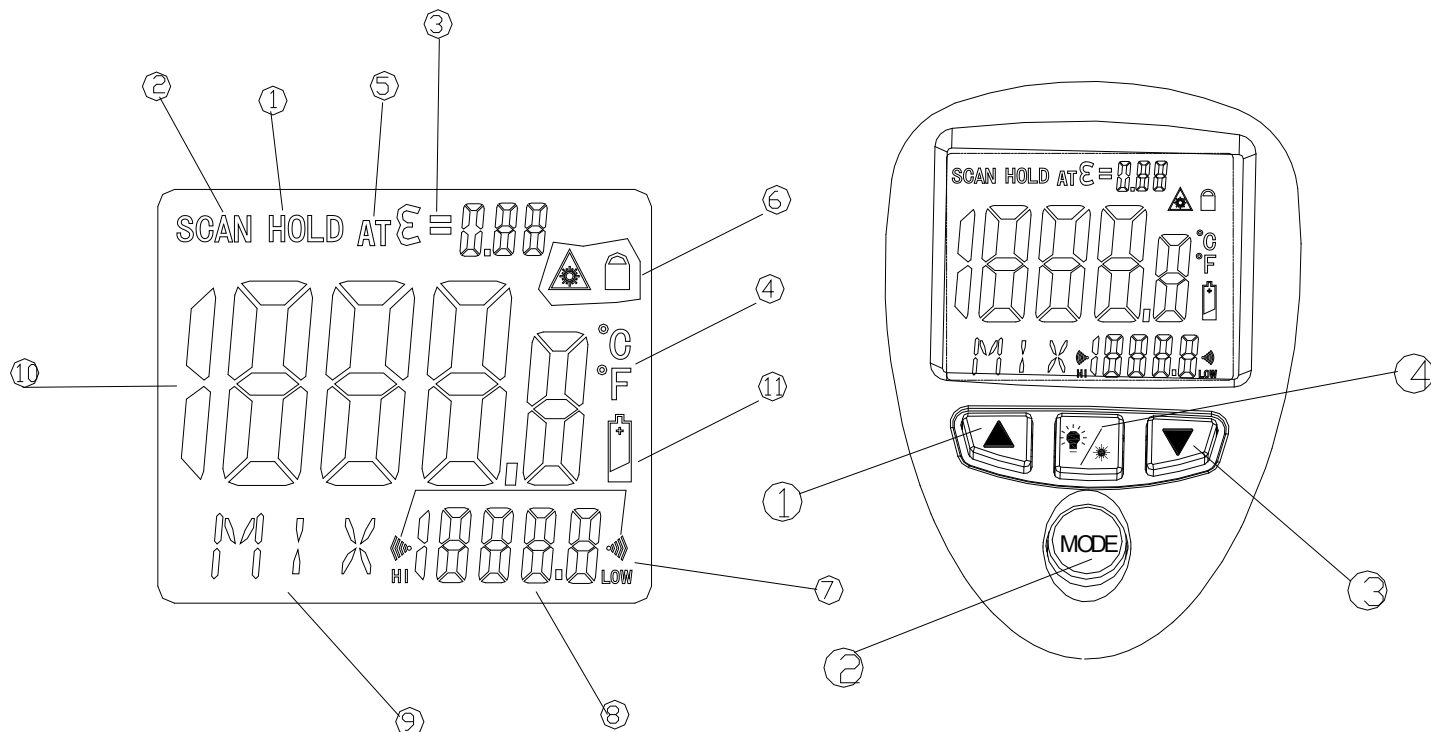

Рис.7.1.1
7.1 Перевод обозначений органов управления и индикации для модели DT-8833/35 представлен в таблице 7.1.1 (см. рис. 7.1.1)